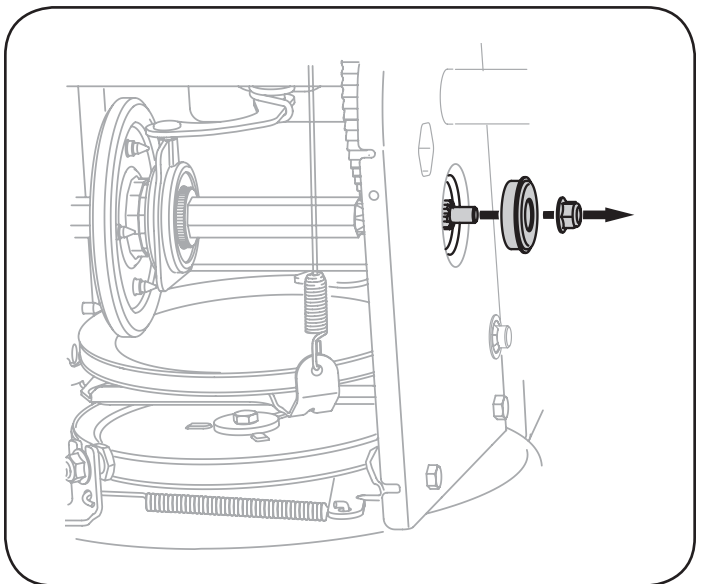

Figura 33
6. Retire con cuidado la tuerca hexagonal y la arandela que sujetan el eje hexagonal al marco de la máquina quitanieve, y golpee suavemente el extremo del eje para desplazar el cojinete de bolas del lado derecho del marco. Vea la Figura 33.